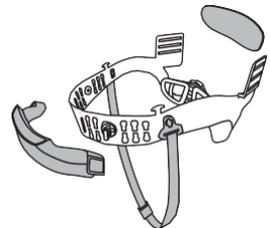

fig.10c
- Remplacez la bande anti-transpiration et le coussin arrière par des neufs, puis remettez le harnais de tête complet dans la visière (voir fig. 10c).